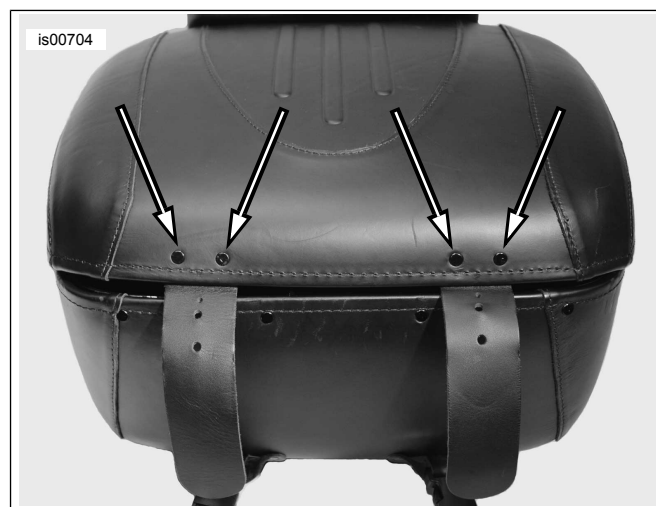

Figura 1. Posizione dei rivetti originali
2. Vedere Figura 1. Usando una punta da trapano di 4,8 mm (3/16 in) di diametro, forare con attenzione i quattro rivetti che fissano le cinghie di pelle al coperchio del Tour-Pak. Quindi, allargare i fori con una punta di 5,6 mm (7/32 in) di diametro. *Solo kit 53057-07:* non ci sono cinghie da rimuovere per questo kit. Aprire il Tour-Pak ed individuare i quattro fori sul lato interno del coperchio. Bucare con attenzione il cuoio dall'interno al centro di ciascuno dei quattro fori usando una lesina o un punteruolo N° 8. Dopo aver bucato il cuoio, inserire nei fori con attenzione una punta da trapano da 4,8 mm (3/16 in) di diametro dall'esterno del Tour-Pak.